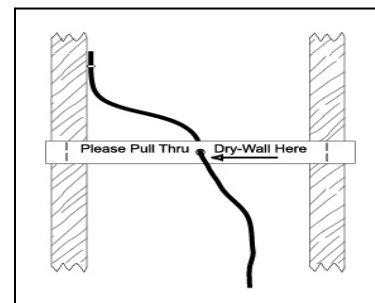

Figure 3
2. Lors de ce précâblage, prévoir une longueur de fil supplémentaire d'environ 1,20 à 1,80 m à l'emplacement du haut-parleur. Agrafier une bande de carton percée sur les poteaux pour indiquer le point de passage du fil à l'intention des installateurs de la cloison, (voir la **Figure 3**).